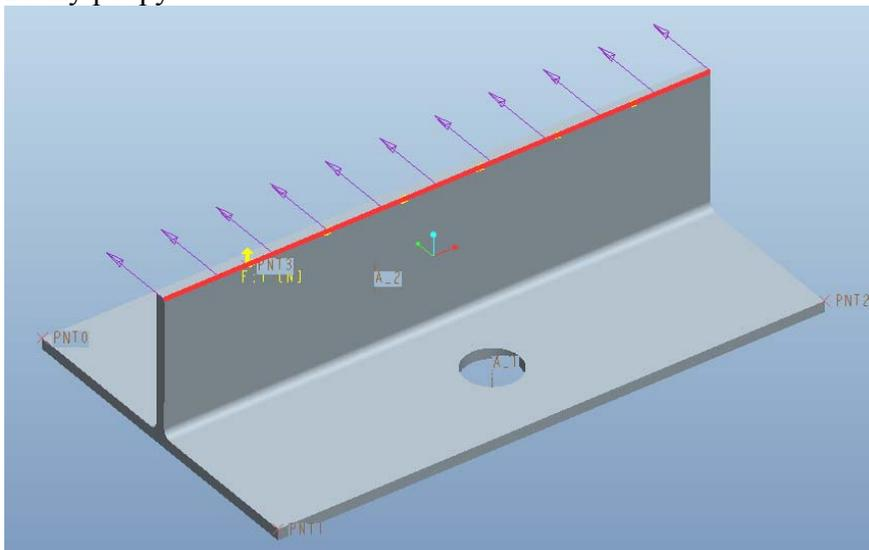

Рис. 15. Задание нагрузки на ребро
- выберите ребро, как показано на рис. 15;